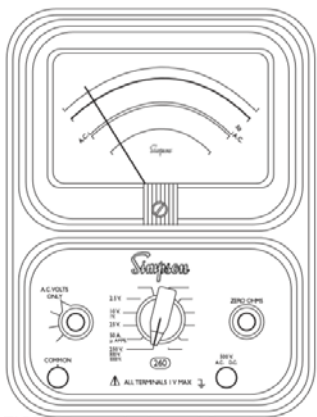

Figura 4-6. Posición de contactos e interruptores para medición de voltaje CA, Rangos 0-2.5V hasta 0-250 V
- Ajuste la función del interruptor a CA solo en posición de Volts. (Figura 4-6). Cuando realice las mediciones de voltaje de CA con el interruptor de función configurado incorrectamente a CC, el indicador del dispositivo permanecerá en 0 o cerca del 0, lo que indica una condición falsa de “no hay voltaje presente” que podría ser peligrosa.